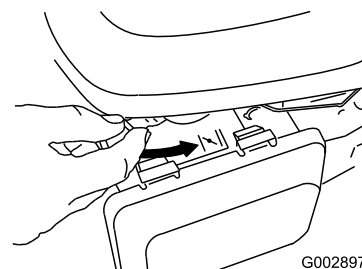

Figura 21
- Mueva la palanca del estarter a la posición Estarter (Figura 21).